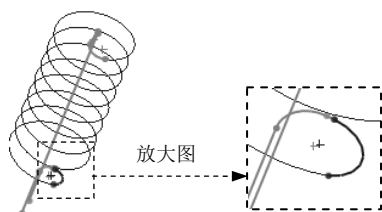
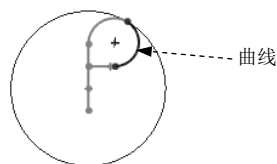

图 6.13.13 草图 6
图 6.13.14 绘制草图 6
Step7. 创建如图 6.13.13 所示的草图 6。选取上视基准面为草图基准面，绘制如图 6.13.14 所示的草图 6。